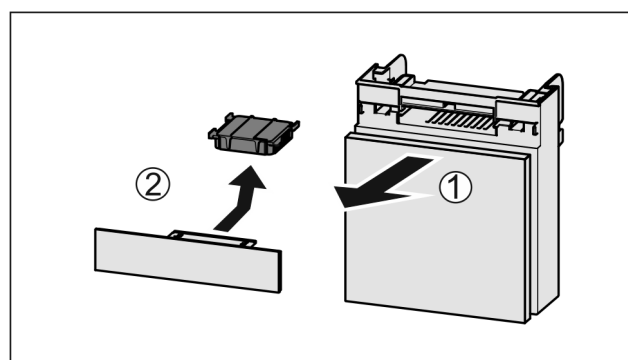

Fig. 73
- Fach nach vorne herausziehen Fig. 73 (1).
- Aktivkohlefilter entnehmen Fig. 73 (2).